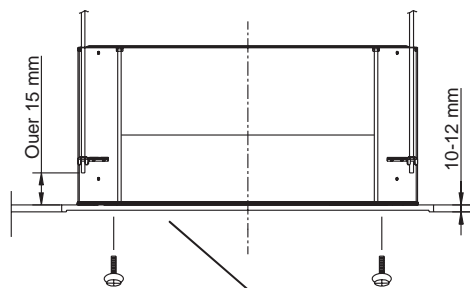

Abb.8
3. Der Aufhängebolzen muss je nach Abstand des Schraubenbodens und des Gerätebodens mindestens 15mm lang sein. Siehe Abb. 8.